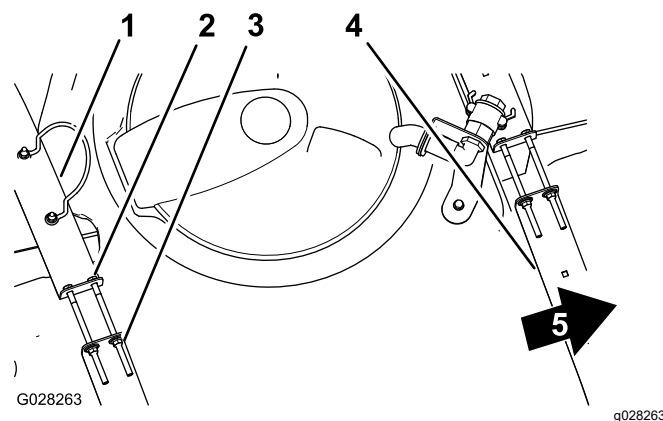

Рисунок 28
3. Если хомуты вокруг бака ослаблены, затяните фланцевые контргайки и болты в верхней части хомутов заподлицо с поверхностью бака (Рисунок 28).
2. Убедитесь в отсутствии люфта между хомутами и баком (Рисунок 28).